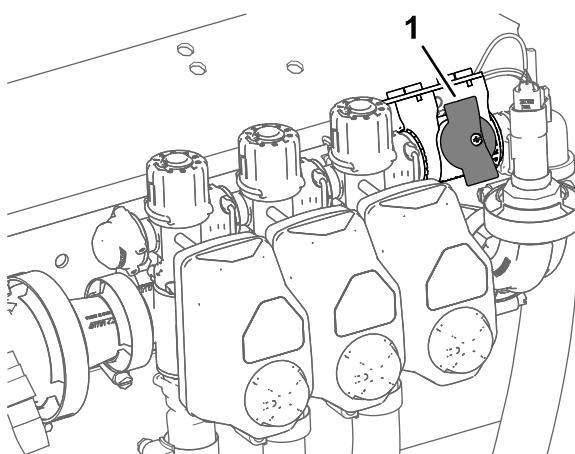

Figura 39
- Gire el mando de la válvula de cierre del circuito de desvío a la posición de cerrado (Figura 39).